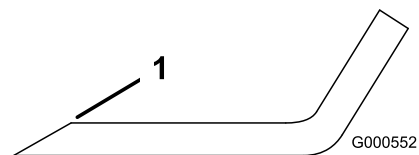
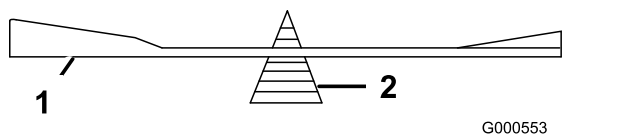

Figure 51
Figure 52
1. Au moyen d'une lime, aiguissez les tranchants aux deux extrémités de la lame (Figure 51). Veillez à conserver l'angle de coupe d'origine. Limez la même quantité de métal sur chacun des deux tranchants pour ne pas déséquilibrer la lame.
2. Vérifiez l'équilibre de la lame en la plaçant sur un équilibreur (Figure 52). Si la lame reste horizontale, elle est équilibrée et peut être utilisée. Si la lame est déséquilibrée, limez un peu l'extrémité de l'ailette seulement (Figure 51). Répétez cette procédure jusqu'à ce que la lame soit équilibrée.